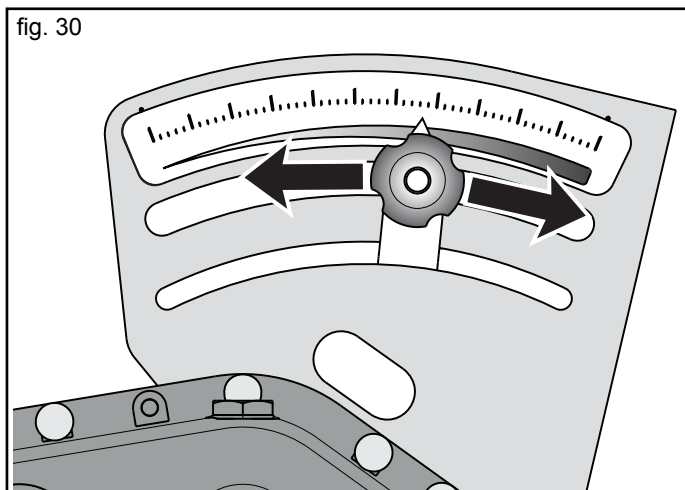

fig. 30
- 7) ... bringen Sie durch Drehen an der Getriebeverstellung den Skalenzeiger in die gewünschte Position (Abb. 30).